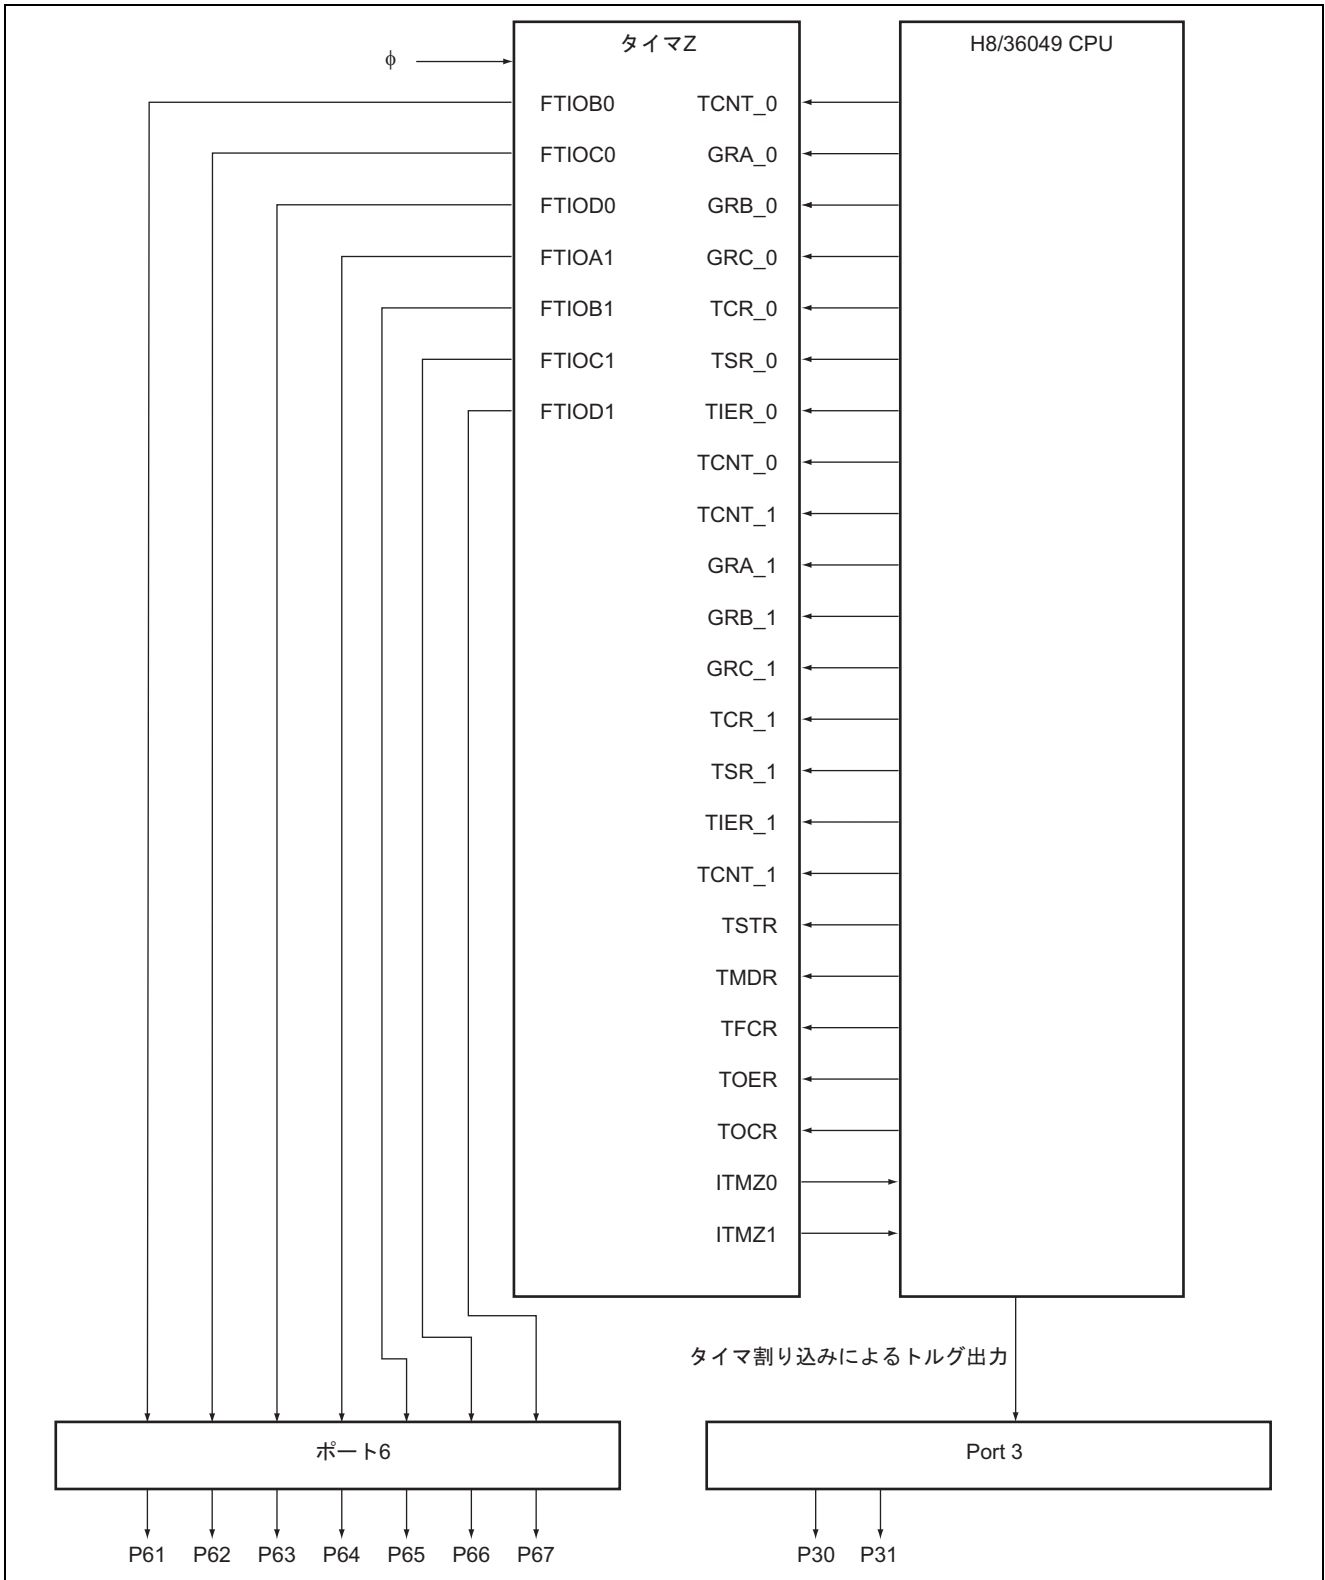

図 1 タイマ Z を使用したリセット同期 PWM 出力のブロック図
1. 本タスク例では、タイマ Z のリセット同期 PWM モードを使用し、PWM 出力端子よりデューティパルスを出力します。タイマ Z のブロック図を図 1 に示します。以下にタイマ Z のブロック図について説明します。